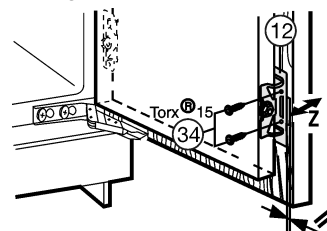

Fig. 22
- ▶ Visser la porte de l'appareil en fixant des vis Fig. 22 (34) à travers les étriers Fig. 22 (12) sur la porte du meuble.